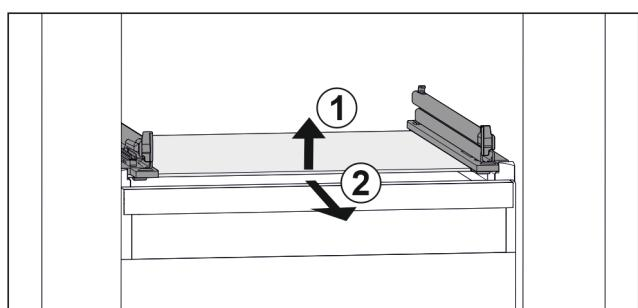

Fig. 30 Příklad znázornění skleněné desky
- Nadzvedněte skleněnou desku vpředu. Fig. 30 (1)
- Vyjměte skleněnou desku dopředu. Fig. 30 (2)